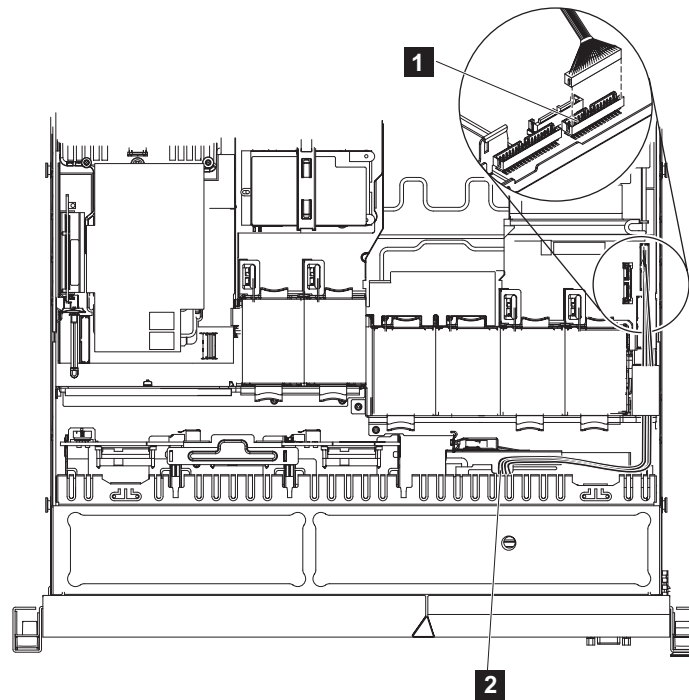

図 226. SAN ボリューム・コントローラー 2145-CF8 オペレーター情報パネル・ケーブルの切り離し
3. 図 226 に示すように、ノードの右側のビデオ/USB ケーブル・コネクタの上のコネクタからケーブルを切り離します。